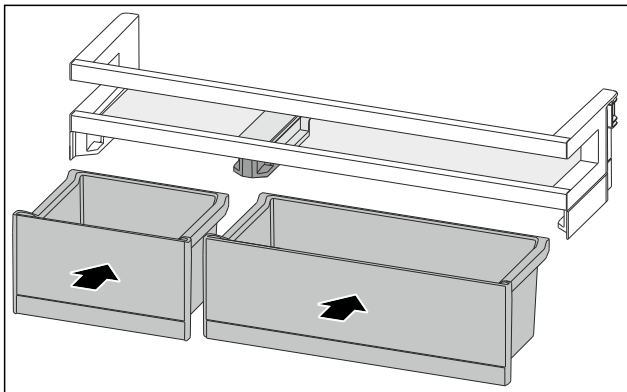

Fig. 159
- Installer les VarioBoxes dans l'agencement inverse. (voir Fig. 159)